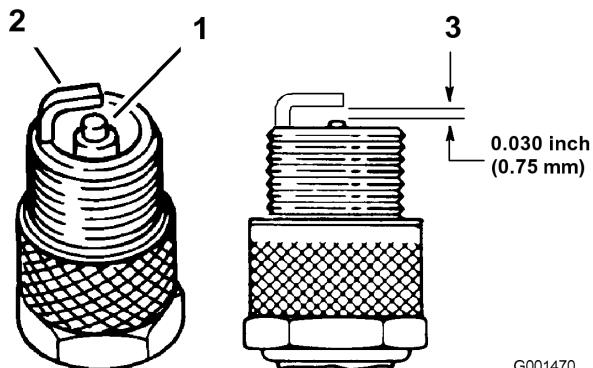

Figure 30
- Examinez le centre des bougies (Figure 30). Si le bec de l'isolateur est recouvert d'un léger dépôt gris ou brun, le moteur fonctionne correctement. S'il est couvert d'un dépôt noir, c'est généralement signe que le filtre à air est encrassé.
- Contrôlez l'écartement entre l'électrode centrale et l'électrode latérale (Figure 30). Courbez l'électrode latérale (Figure 30) si l'écartement est incorrect.
- Connectez les bougies (Figure 30).